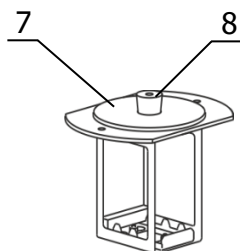

Рисунок 2 — Извлекаемая корзина
Корзина закрывается крышкой 7 (рисунок 2) с пробкой 8 для размещения контрольного термометра.
- использовать крышку корзины 7 (рисунок 2), ограничивающую доступ воздуха к поверхности теплоносителя при выходе термостата на установленную температуру и в промежутках между испытаниями;